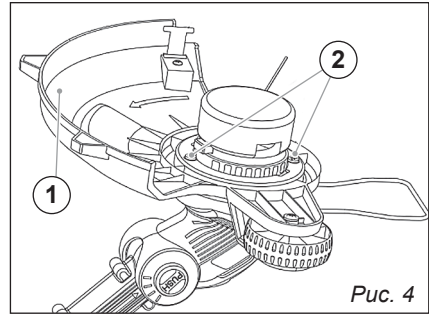

Рис. 4
Установите защитный кожух (1) на корпус двигателя и закрепите его прилагаемыми винтами (2) (рис. 4).